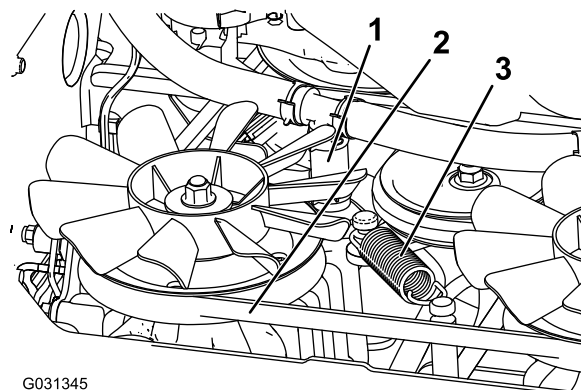

Figura 72
5. Retire o tubo hidráulico inferior (Figura 72).
6. Remova o mola de tensão (Figura 72).
7. Retire a correia da transmissão da embraiagem e da paragem da embraiagem (Figura 72).